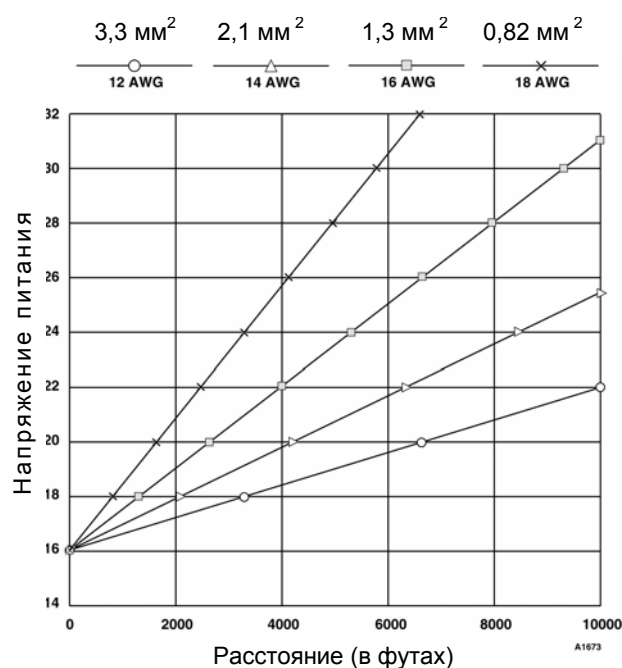

Рис. 2. Требования к сечению проводов питания для контроллеров с релейными выходами при работе токсичными газами и кислородом.
- Для определения сечения проводов питания и максимального расстояния до источника питания обращаться к рис. 2 и 3.
| Рисунок 2 — | Требования к сечению проводов питания для контроллеров с реле при работе с токсичными газами и кислородом. |